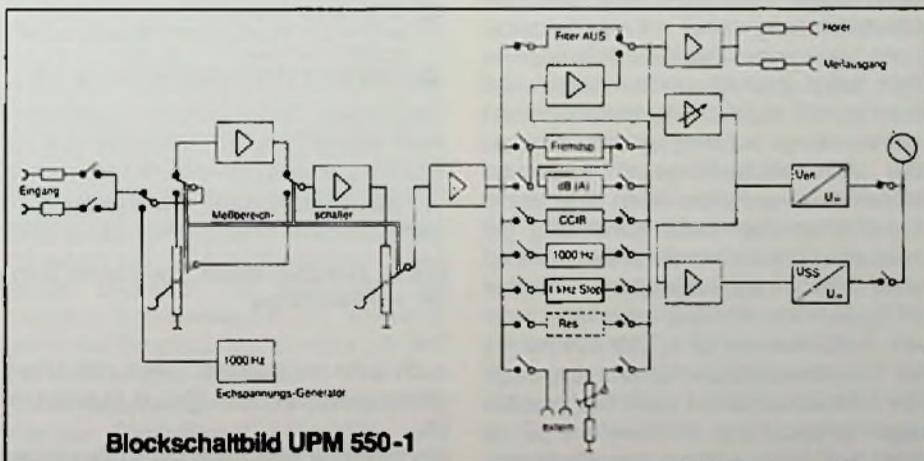

Bild 2: Umschaltbare Filter bewältigen jedes Meßproblem: Innenleben des Pegelmessers UPM 550-1
Beide Meßgeräte besitzen serienmäßig ein Ohrkurvenfilter und ein 1000-Hertz-Filter für selektive Messungen sowie das dB (A)-Geräuschbewertungsfilter für Messungen nach DIN 45 500, Teil 4. Das UPM 550-1 ist zusätzlich serienmäßig mit einem Bandpaß zur Messung des Klirrfaktors einer 1000 Hertzgrundwelle ausgestattet (Bild 2).